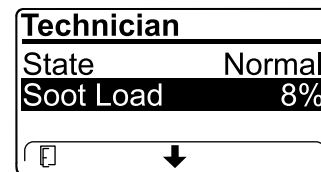

Figura 36
- Vea la carga de hollín que se mide como porcentaje del hollín del DPF (Figura 36); consulte la tabla de carga de hollín.